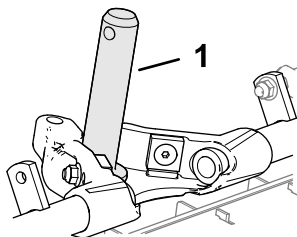

Figura 25
2. Unte el eje del bastidor de tiro con grasa limpia (Figura 25)